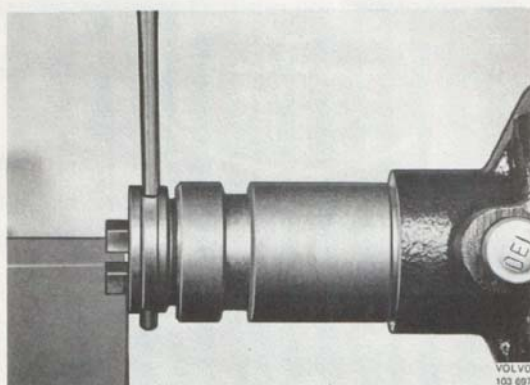

Bild 3-41. Demontering av medbringare
4. Tag bort fjäderringen, och märk upp hur medbringaren, sitter i förhållande till fördelaraxeln. Slå ut stiftet, bild 3-41, lyft av medbringaren och drag upp fördelaraxeln.